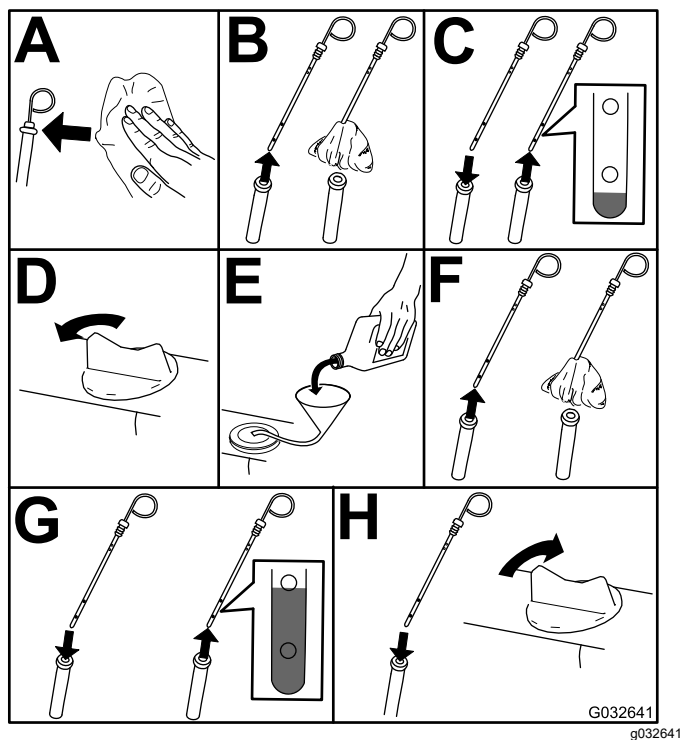

Figure 57
3. Contrôlez le niveau d'huile moteur (Figure 57).